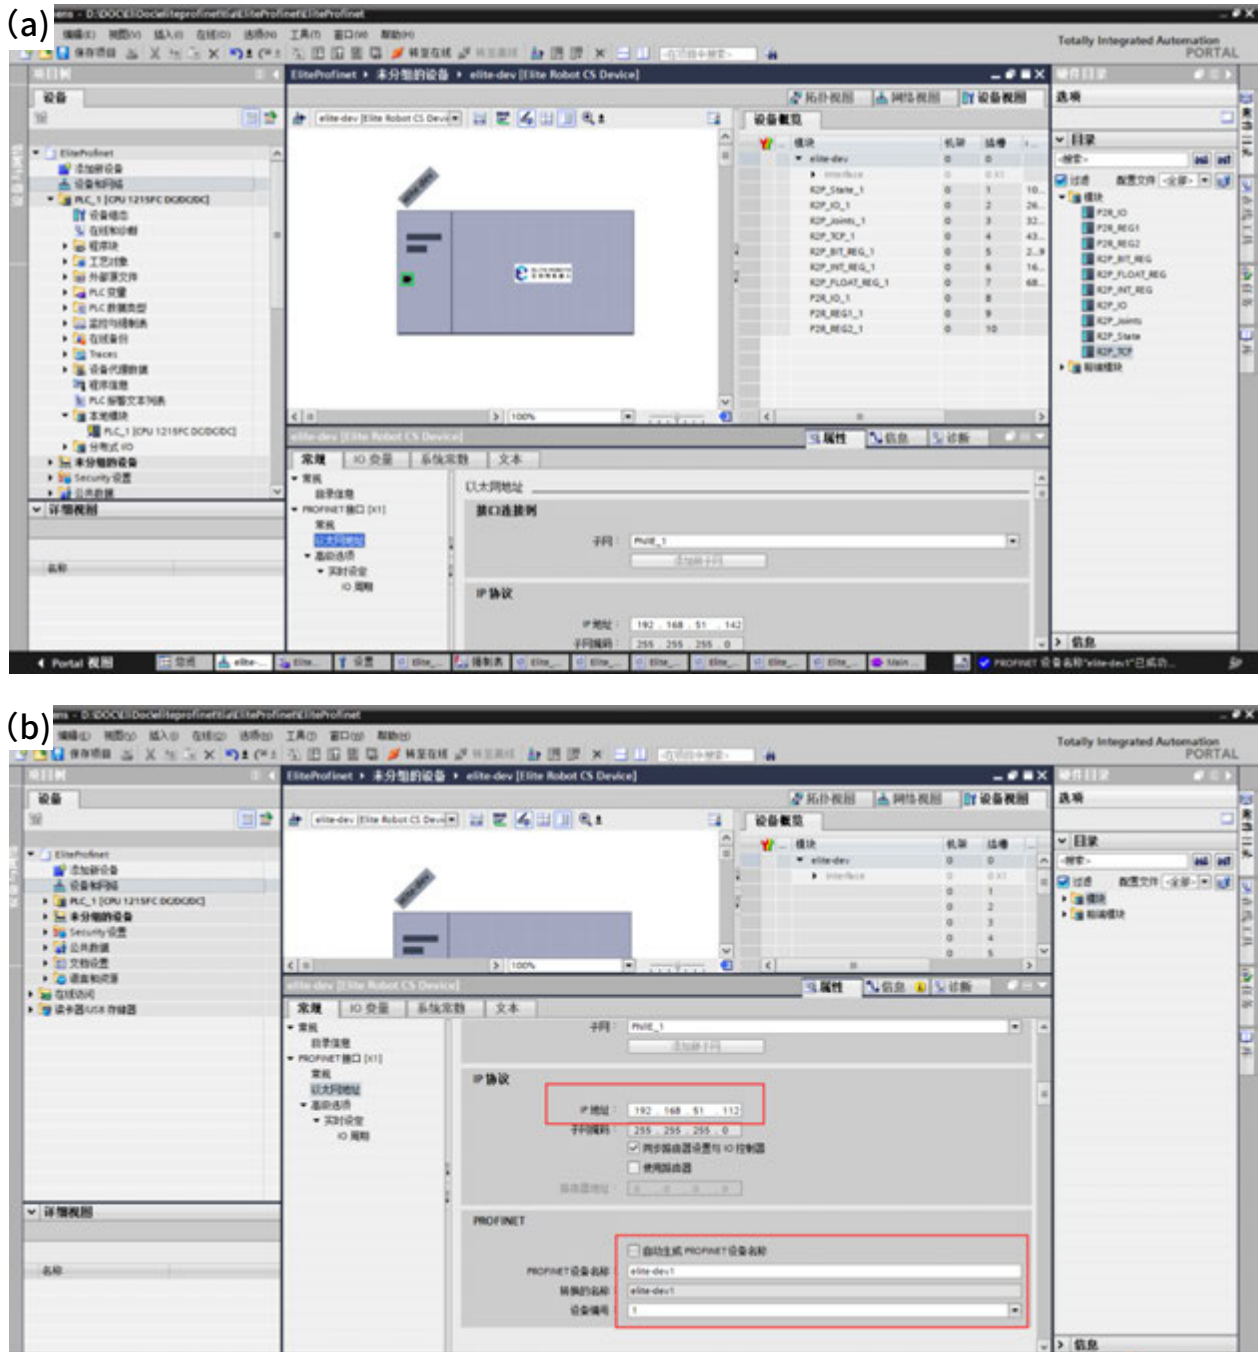

図 15-5 設定 IP と設備名称
4) 「elite-dev」をダブルクリックして、IP と設備名称を設定する、注意：この IP はロボット FB2 ネットワーク IP と一致性を保持すること、詳細は図 15-5 (a) と図 15-5 (b) に示す。